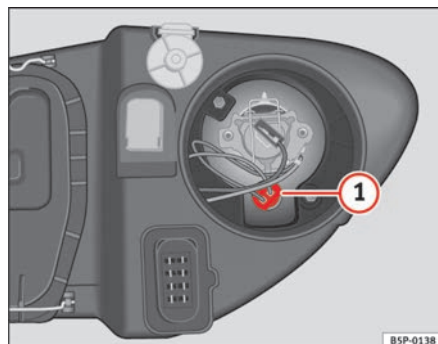

Fig. 183 Luz de población
- Extraiga el portalámparas ⇒ fig. 183 ① hacia fuera.